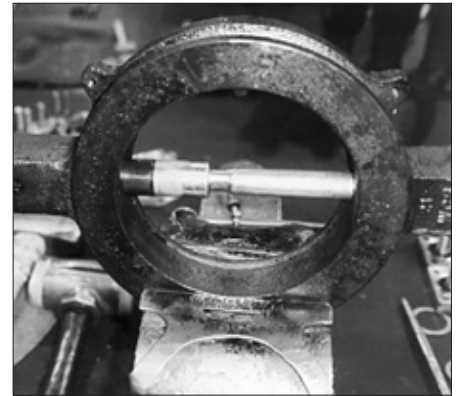

Figure 5 - Insertion partielle du palier de l'arbre.
2. Pour éviter d'endommager le coussinet de l'arbre (8), enfoncer doucement le coussinet dans le tourillon de l'arbre en tapotant sur le coussinet (8) avec un maillet en caoutchouc.
3. Une fois la douille de l'arbre (8) partiellement insérée dans le tourillon de l'arbre, insérer l'outil d'installation / démontage sur le coussinet de l'arbre supérieur. (voir la Figure 5)